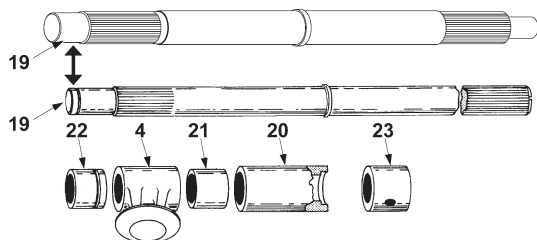

Figura 10
- B. Poziționați corpul supapei (1) pe o suprafață plană cu scaunul în partea de jos.
- C. Ungeți bucașa de ghidare inferioară (22) cu lubrifianțul recomandat și introduceți-o în interiorul corpului.
Notă: Canelura bucașei de ghidare (22) trebuie să fie orientată spre centrul corpului. Consultați Figura 10 pentru ordinea de asamblare corectă. Dacă arborele (19) este un model mai vechi, este posibil să prezinte o canelură circulară; în acest caz, instalați inelul de siguranță (18).